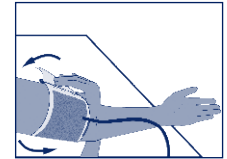

Bild 5
- Ziehen Sie jetzt das freie Manschettenende straff und schließen Sie den Klettverschluss (Bild 5).